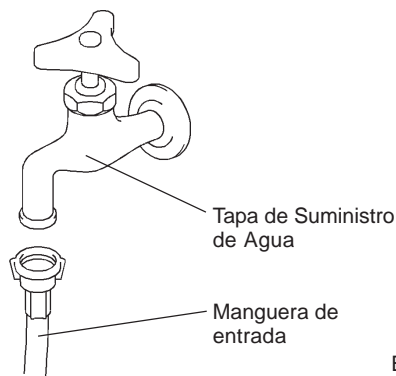

Fig. 10
- 2) Monte el otro extremo de la manguera de entrada a la tapa de agua (Fig. 10), asegurándose de que la arandela está colocada correctamente antes de apretar como se explica arriba.